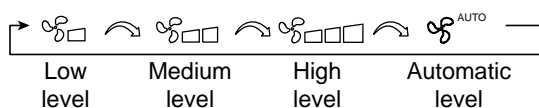

Fig. 26: Gebläsestufe einstellen
- Mit jeder Betätigung der FAN-Taste wechselt die Gebläsestufe in der in Fig. 26 abgebildeten Reihenfolge.